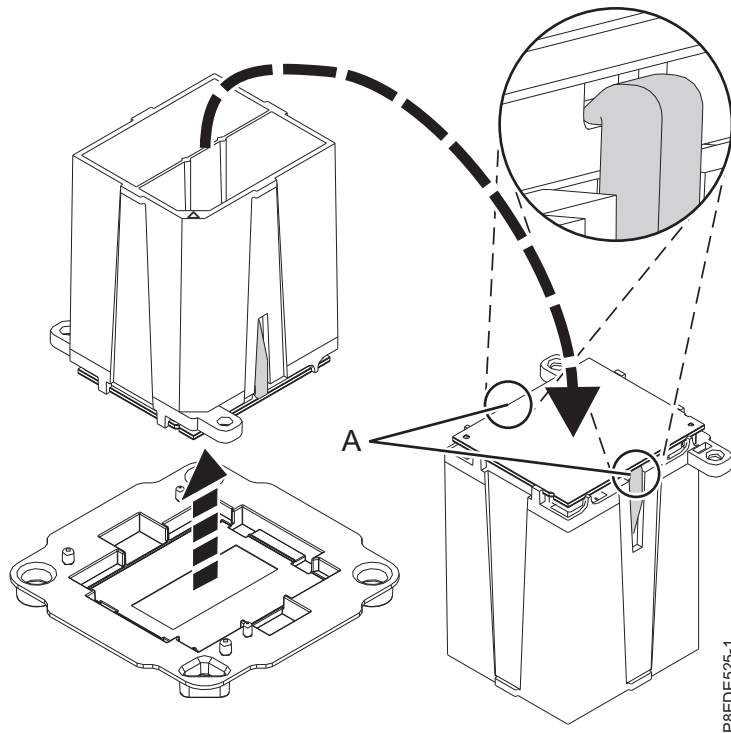

Figura 11. Preparación de la instalación del módulo del procesador del sistema
- b. Asegúrese que los dos agarres (A) sujeten firmemente el módulo del procesador del sistema, como se muestra en la Figura 11.